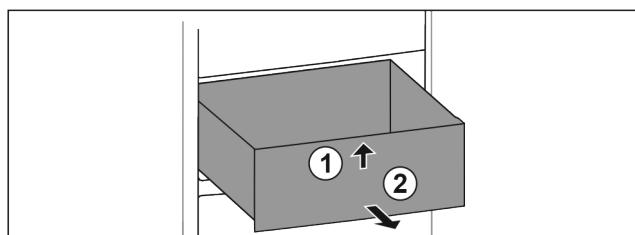

Fig. 38
- Підняти висувний ящик спереду. Fig. 38 (1)
- Вийняти висувний ящик рухом вперед. Fig. 38 (2)